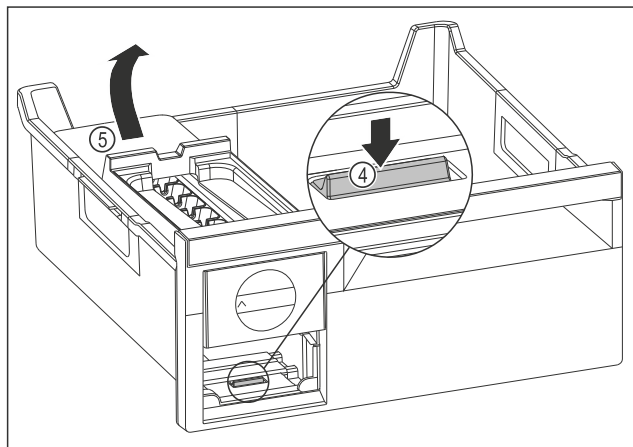

Fig. 136
- Извлеките корпус EasyTwist-Ice: Надавите пальцем вниз на накладку Fig. 136 (4) и одновременно другой рукой поднимите корпус EasyTwist-Ice Fig. 136 (5) сзади.